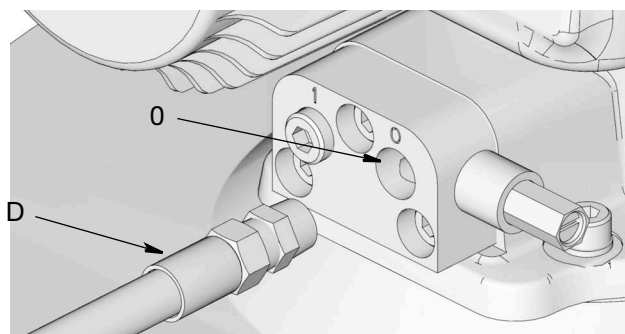

図 53: 潤滑剤出力接続
28. タイマーコントローラー (F) (使用する場合、ユーザーが用意) を接続します。
29. ベントバルブまたはマニフォールドの上にある潤滑剤出力接続部 (0) (図 53) に高圧潤滑剤供給ライン (D) を接続します。